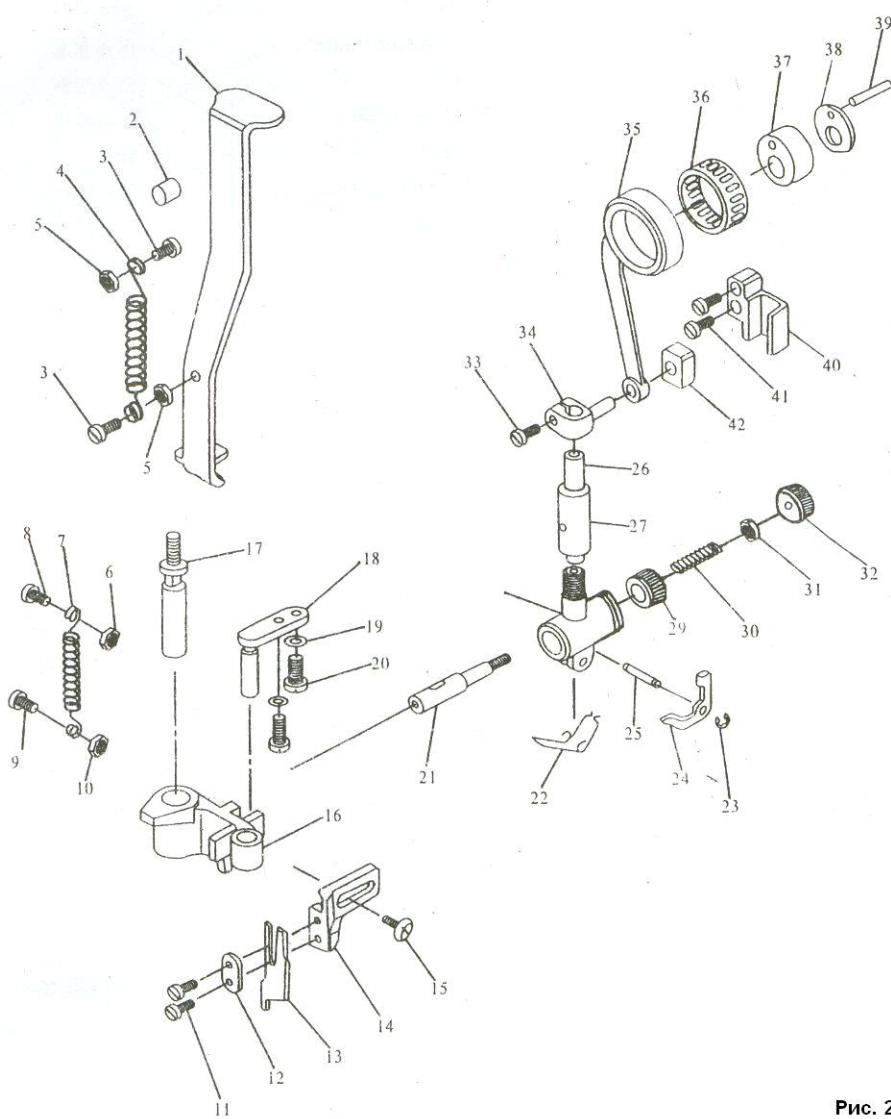

Рис. 28
2. Вы можете подрегулировать подъем лапки до 13 мм регулировочным винтом рычага коленоподъемника (1). (Максимальный подъем для машины модели GC 5550A должен быть 9 мм).
3. Если Вы отрегулировали подъем на высоту более 10 мм, убедитесь, что нижний конец стержня игловодителя (2) не ударяет в лапку (3) при атком положении стержня.
19. МЕХАНИЗМ ОСНОРОВОЧНОГО НОЖА (Рис. 28)
- Перевод верхнего подвижного ножа «13» из нерабочего положения в рабочее и обратно производится поворотом рычага «1» (Рис. 28).